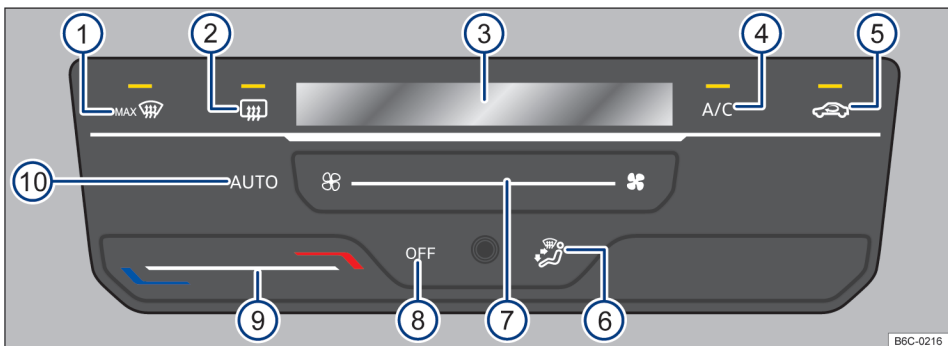

Fig. 82 Mandos del Climatronic.
- Climatronic: toque la superficie funcional OFF → fig. 82 (8).
Tocando la superficie funcional  → fig. 82 (10) se puede encender el modo automático del Climatronic.
El modo automático garantiza temperaturas constantes dentro del vehículo. La temperatura del aire, el volumen de aire y la distribución de aire se regulan automáticamente. El funcionamiento automático se apaga cuando la ventilación se cambia manualmente → fig. 82 (7) o cambiando la distribución del aire a través de la superficie funcional → fig. 82 (6).
- Climatronic: toque el botón de función  → fig. 82 (4) para encender y apagar la operación de enfriamiento.
- Climatronic: deslice el dedo debajo de la botón de función → fig. 82 (9).
En la pantalla del Climatronic → fig. 82 (3) se indica la temperatura ajustada.
- Climatronic: deslice el dedo debajo de la botón de función → fig. 82 (7).
- Climatronic: tocar el botón de función  → fig. 82 (5).
- Climatronic: tocar el botón de función → fig. 82 (6) a la posición deseada, la distribución seleccionada se indicará en la pantalla (3).
- Climatronic: tocar el botón de función  → fig. 82 (1).
- *Climatronic*: tocar el botón de función  → fig. 82 .